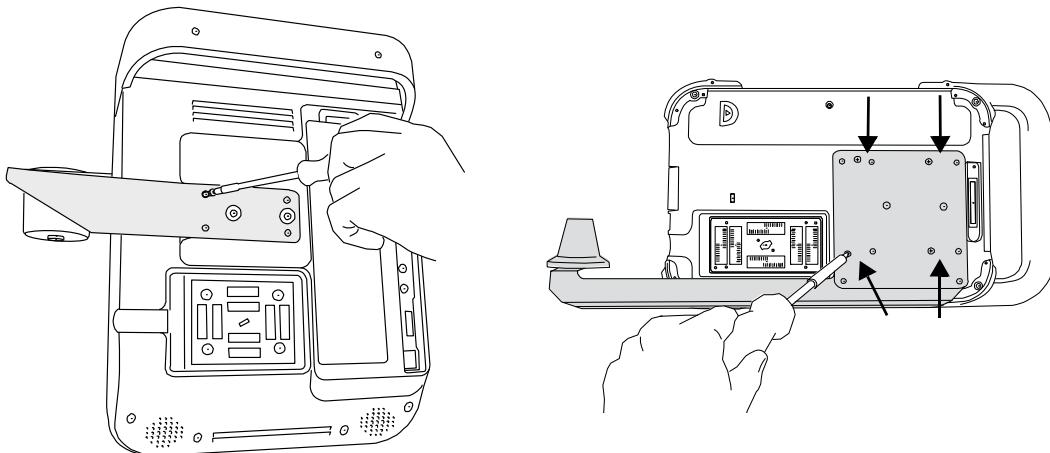

Figure 2 Serrer les vis sur le porte-sonde : S Series (à gauche) et NanoMaxx (à droite)
- 2 À l'aide d'un tournevis cruciforme, resserrer les quatre vis. Voir la section **Figure 2**.
- ❖ Utiliser un tournevis cruciforme, desserrer les quatre vis situées à l'arrière du porte-sonde. Voir la section Figure 2.